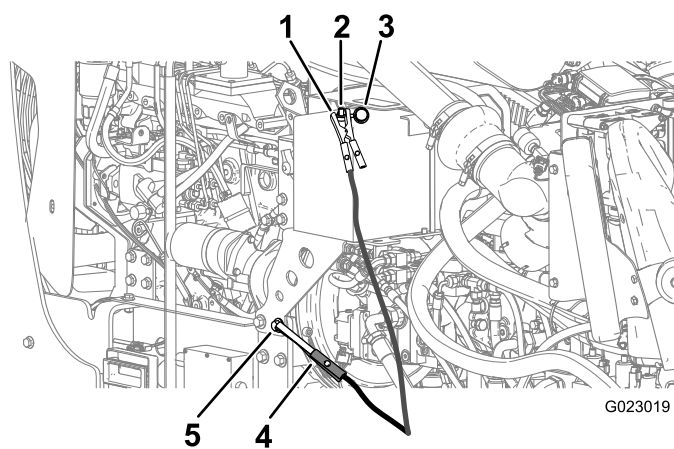

Рисунок 94
- Снимите крышку со штыря запуска от внешнего источника (Рисунок 94).
- Подсоедините положительный (+) соединительный кабель к положительному штырю внешнего источника (Рисунок 94).
- Подсоедините отрицательный (-) соединительный кабель к точке заземления, такой как неокрашенный болт или деталь шасси (Рисунок 94).
- Когда двигатель запустится, другой человек должен отсоединить отрицательный (-) соединительный кабель от рамы и затем положительный (+) соединительный кабель (Рисунок 94).